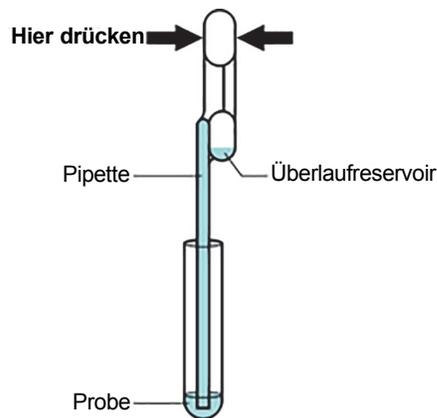

Abbildung 4. Transferpipette
- Den Ballon der Transferpipette vollständig zusammendrücken und die Spitze der Pipette in das Proben-Transportröhrchen stecken (siehe Abbildung 4).
7. Den oberen Ballon der Pipette loslassen, um die Pipette zu füllen, bevor sie aus dem Röhrenchen gezogen wird. Nach dem Füllen der Pipette ist im Überlaufreservoir der Pipette überschüssiges Probenmaterial zu sehen (siehe Abbildung 4). Sicherstellen, dass die Pipette keine Luftschlüsse enthält.